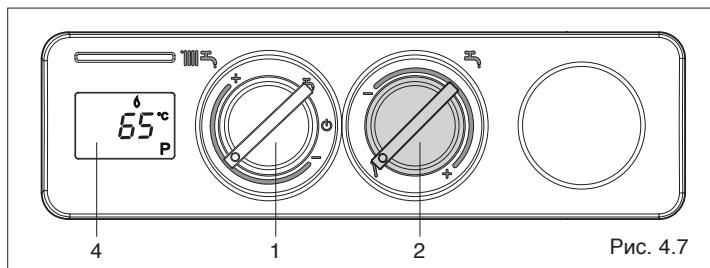

Рис. 4.7
- **Режим газоанализа:** при повороте ручки регулирования температуры горячей воды (2, Рис. 4.7) на символ активируется функция газоанализа, на дисплее (4, Рис. 4.7) загорится символ . При повороте переключателя режимов работы (1, Рис. 4.7) на максимум (конец шкалы – символ +), горелка перейдёт на максимальную мощность, включится циркуляционный насос системы отопления, а котёл (если он был погашен) разожжётся и будет работать 10 минут. При работе котла в этом режиме остаются активными устройства защиты и, если максимальная температура будет достигнута прежде, чем истекут 10 минут, котёл начнёт плавно изменять мощность в сторону её понижения. При повороте переключателя режимов работы на минимум (конец шкалы – символ -), горелка перейдёт на минимальную мощность. По истечении заданного времени система выключится. Для того чтобы возобновить нормальную работу, или прервать данную функцию, снова установите ручку (2, Рис. 4.7) на нужное значение температуры.